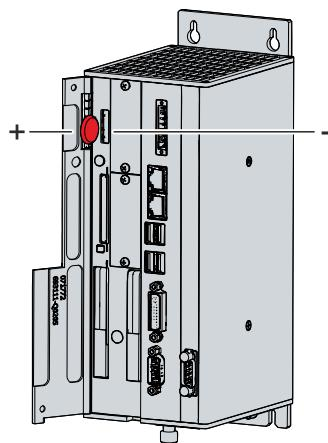

図 25: バッテリの交換
2. 新しい電池を手で挿入してください。極性に注意してください。電池のマイナス極は、産業用PCの電源コネクタの方を向くように挿入してください (図25 参照)。